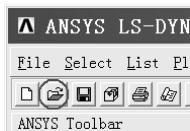

图 5-7 “OPEN ANSYS File”按钮
(5) 在“14.0: ANSYS Mechanical APDL Product Launcher [Profile:\*\*\*La...”窗口中的“Job Name:”方框内找出“D:\Ch5\pull bar”目录中的“pull bar.db”文件。
(6) 单击“14.0: ANSYS Mechanical APDL Product Launcher [Profile:\*\*\*La...”窗口中的“Run”按钮，弹出 ANSYS LS-NYNA 操作界面。
(7) 单击 ANSYS LS-NYNA 操作界面左上角处的“OPEN ANSYS File”按钮（见图 5-7），打开“D:\Ch5\pull bar”目录中的“pull bar.db”文件。打开该文件后图形窗口中显示出划分单元后的方杆。